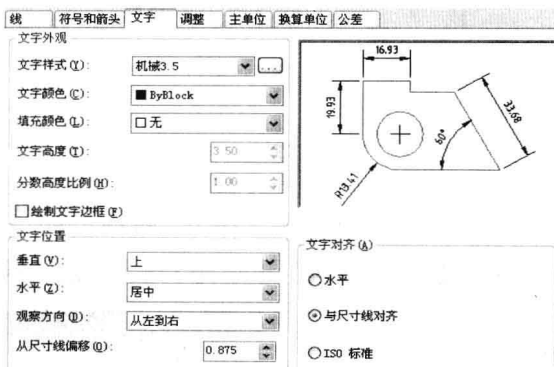

图 7-2-6
(5) 单击“文字”选项卡，“文字样式”选择“机械3.5”，“从尺寸线偏移”设置为0.875，“文字对齐”选择“与尺寸线对齐”，如图7-2-6所示。